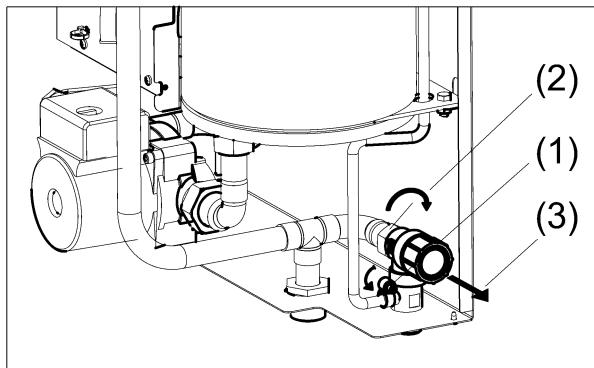

Рисунок 14. Замена предохранительного клапана
- (1) Снимите проволочный хомут и отсоедините сбросной шланг от клапана (см. рис. 14).
- (2) Открутите накидную гайку соединяющую напорный трубопровод и клапан.
- (3) Извлеките клапан из корпуса прибора.
- (4) Установите новый клапан в корпус прибора, при этом используйте новую уплотнительную прокладку.
- (5) Подсоедините сбросной шланг к клапану, установите проволочный хомут.
- (6) Проверьте герметичность соединений и давление срабатывания клапана.